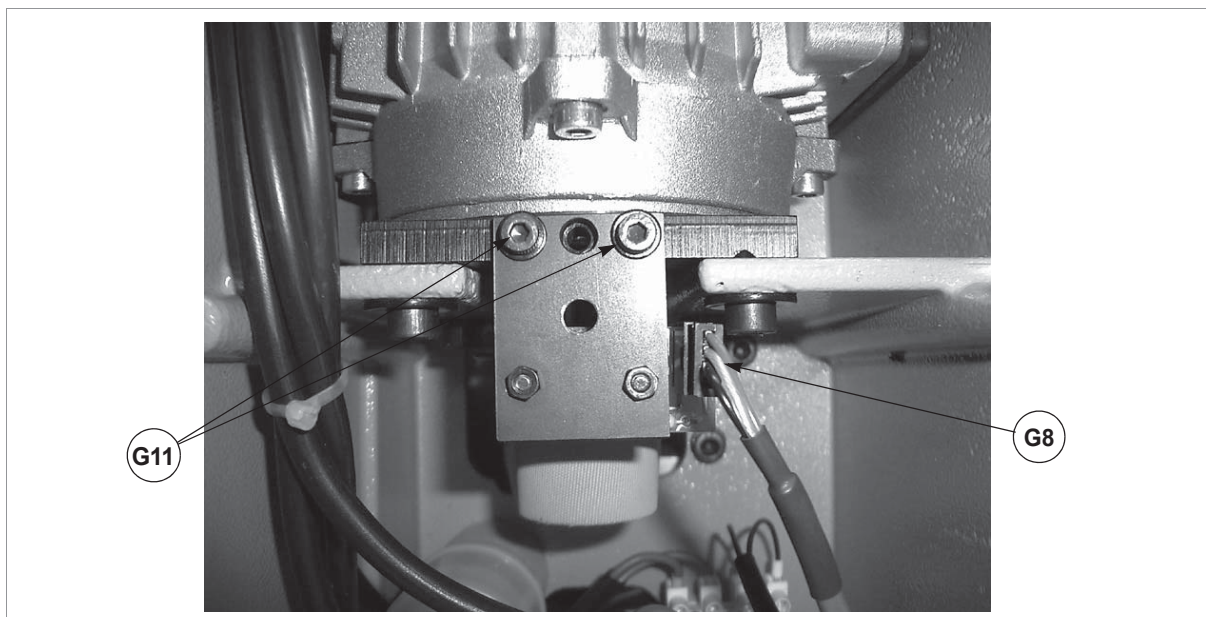

Fig. 149
- 4) disconnect the photocell wire (G8) (fig. 149).